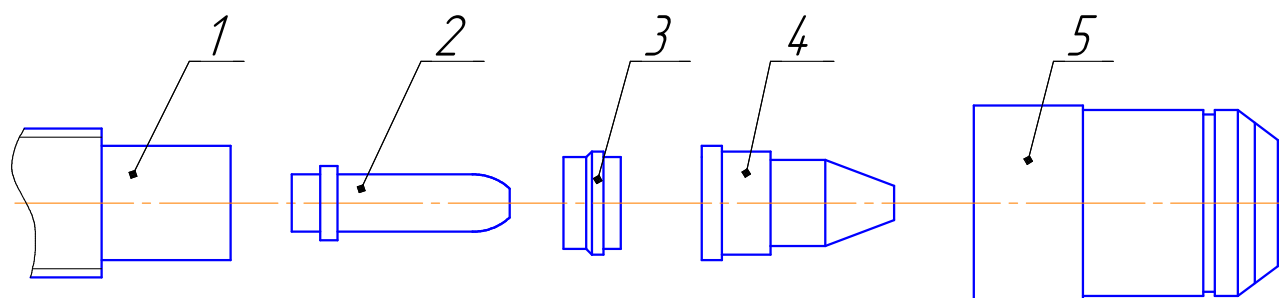

Рисунок 9 – Резак
2.3.8 Замена электрода и сопла (рисунок 9):
- для замены сопла (4) снять наконечник (5) и заменить сопло (4);
- для замены электрода (2) снять наконечник (5), сопло (4), затем завихритель (3) и заменить электрод (2).